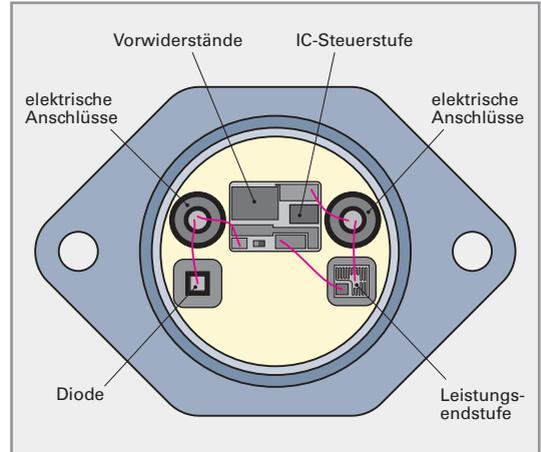

Bild 2: Generatorregler in Hybridtechnik
**Hybridschaltungen.** Sie sind eine Kombination von integrierten Schaltkreisen und Einzelbauteilen (Bild 2). Diese werden auf einer Trägerplatte durch Stecken, Löten oder andere Verfahren miteinander verbunden. Dadurch lassen sich gezielt Schaltungen mit speziellen Eigenschaften, z.B. für Steuergeräte, herstellen.